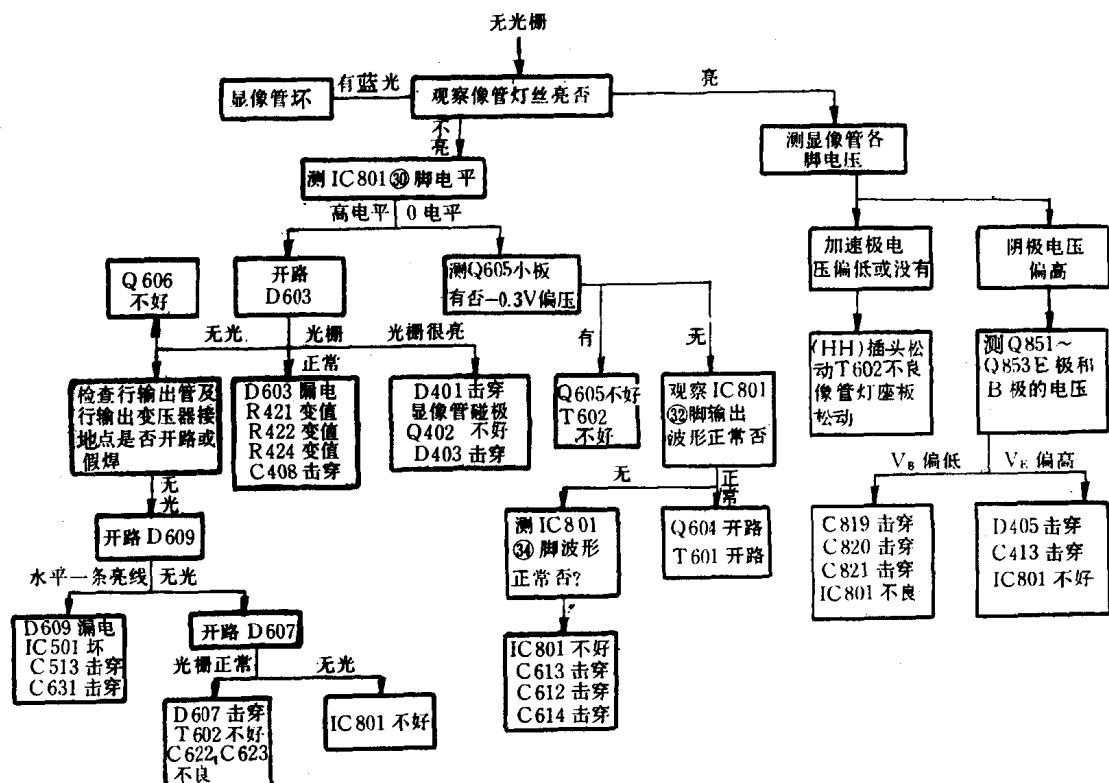

图 1 无光栅故障寻迹图
造成无光栅的原因，一是机内保护电路启动，二是行电路本身故障不工作，再者是视放电路的故障使显像管处于截止工作状态。此故障现象由于 IC801⑩脚的保护电路的控制端为0电平，因此可排除保护电路启动的可能性，去查找行扫描和视放电路的故障。查找的方法如图1所示。